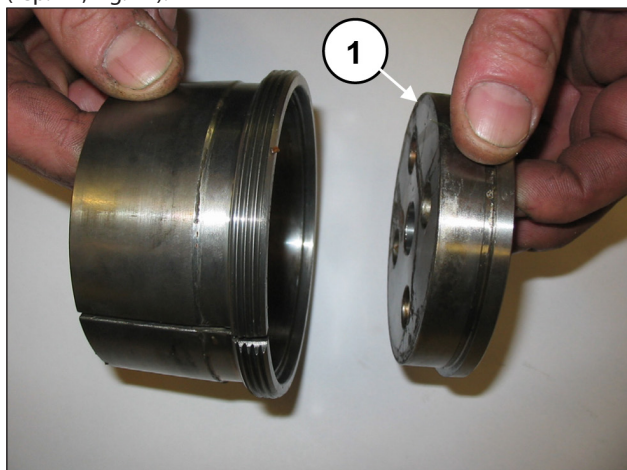

Fig. 22
Désassembler le flasque de retenue de la douille de pression (rep. ①, Fig. 22).